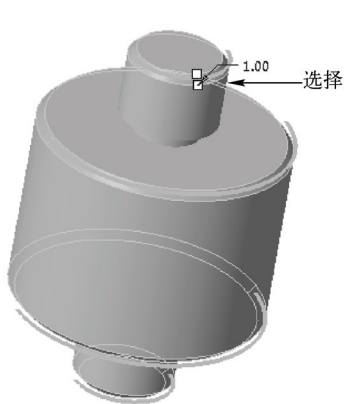

图 15-27 选择倒角边线
STEP 07 按住〈Ctrl〉键的同时，在绘图区中选择倒角边线，如图 15-27 所示。